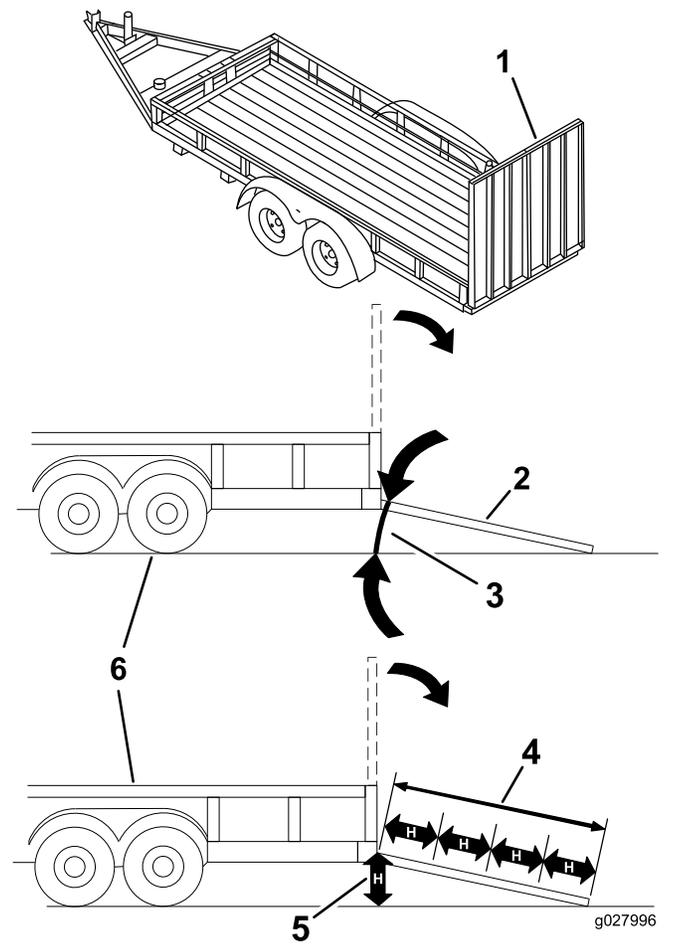

Figura 43
Quando si carica la macchina su un trailer o un autocarro si aumenta il rischio di ribaltamento, che può causare gravi ferite ed anche la morte (Figura 43).
3. Abbassate la rampa, assicurandovi che l'angolazione tra la rampa e il terreno non superi 15 gradi (Figura 43).
1. Abbassate la rampa, assicurandovi che l'angolazione tra la rampa e il terreno non superi 15 gradi (Figura 43).